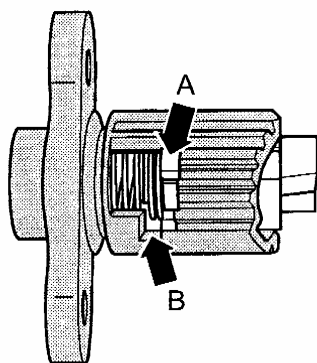

图 12-65 套筒安装位置
③套筒的安装应保证套筒的凸肩（箭头 A）始终与壳体的槽孔（箭头 B）面对面放置，如图 12-65 所示。